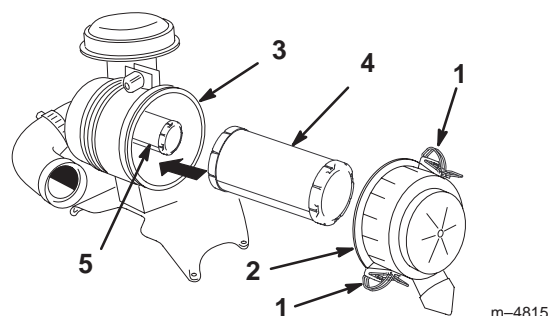

Figure 30
2. Ouvrez les dispositifs de verrouillage du filtre et ôtez le couvercle du corps du filtre (Fig. 30).
4. Sortez l'élément primaire du corps du filtre avec précaution (Fig. 30). Évitez de cogner l'élément à l'intérieur du corps. N'enlevez pas l'élément de sécurité, sauf si vous voulez le remplacer également.
2. Si vous remplacez l'élément de sécurité, insérez-le avec précaution dans le corps du filtre (Fig. 30).
3. Installez ensuite l'élément primaire sur l'élément de sécurité avec les mêmes précautions (Fig. 30). Assurez-vous qu'il est bien engagé en appuyant sur le rebord extérieur de l'élément que vous installez.
4. Reposez le couvercle, le côté portant l'inscription UP étant tourné vers le haut, et fermez les dispositifs de verrouillage (Fig. 30).